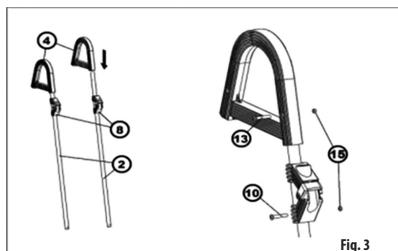

Fig. 3
Tryck fast säkerhetshållare (8) mot de övre ihopmonterade stödben (2) och tryck sedan fast plastbågar (4). Skruva ihop komponenter med de medföljande skruv och muttrar (10, 13, 15). (Fig. 3)